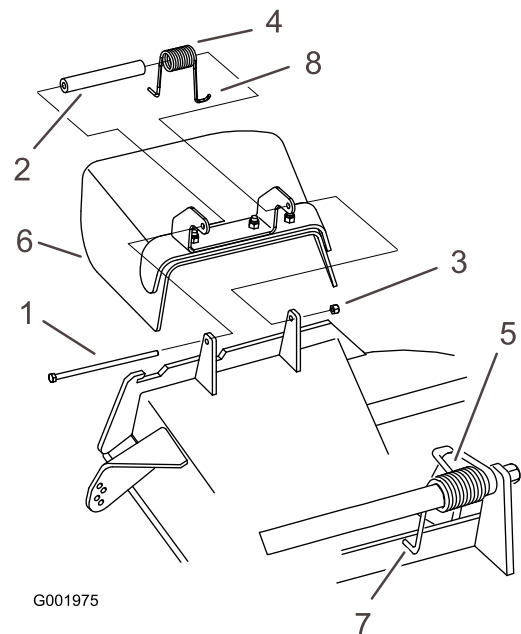

Figura 62
1. Retire la contratuerca, el perno, el muelle y el espaciador que sujetan el deflector a los soportes de pivote (Figura 62). Retire el deflector de hierba dañado o desgastado.
Nota: Asegúrese de colocar el extremo en **L** del muelle detrás del reborde de la carcasa antes de instalar el perno, según se muestra en la Figura 62.
3. Instale el perno y la tuerca. Coloque el extremo en **J** del muelle alrededor del deflector de hierba (Figura 62).